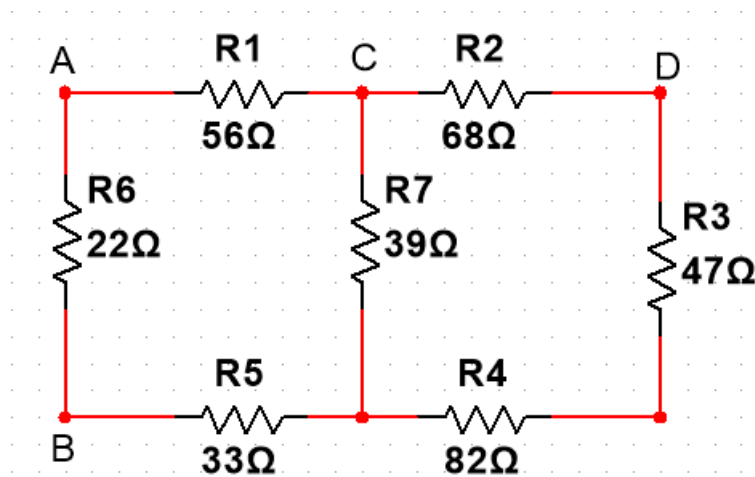

Figura 4. Circuito mixto
- Calcule la resistencia equivalente R_{AB} , R_{AC} , R_{CD} , R_{AD} y R_{BC} en el circuito de la figura 4.